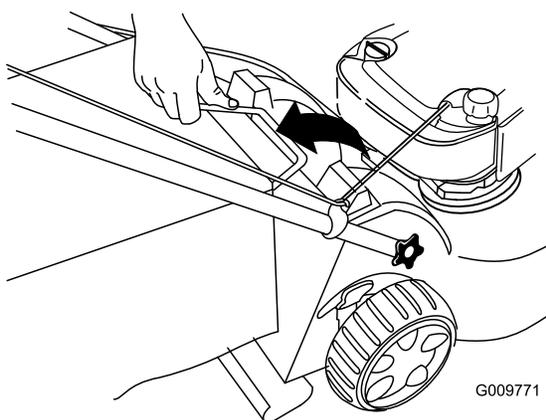

Figura 29
2. Sollevare la maniglia del cesto di raccolta estraendola dalle scanalature presenti sulla parte superiore della macchina e staccare il cesto dalla macchina (Figura 29).